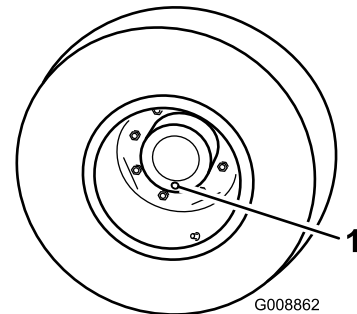

Bild 67
1. Stellen Sie die Maschine auf einer ebenen Fläche ab und positionieren Sie das Rad so, dass sich eine der Prüfschrauben in der untersten Stellung (6 Uhr) befindet (Bild 67).